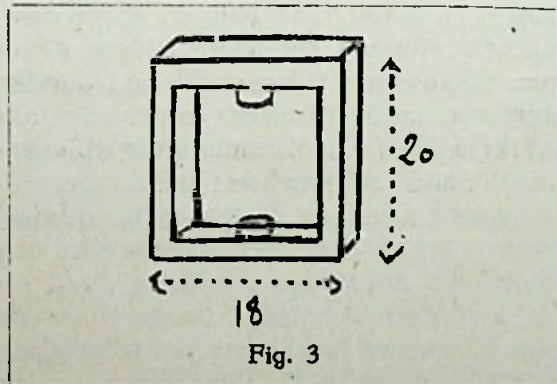

Fig. 3
**De draaispoel.** Het beste materiaal hiervoor is aluminium. Uit een blokje aluminium van 6 à 7 mm wordt met een figuurzaag een raampje gezaagd, zooals de schets in fig. 3 aangeeft. De buiten-